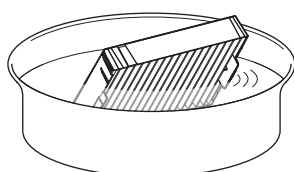

図 1
1) エアフィルターカバーを取り外す (図1)
1) エアフィルターユニットを洗淨する (図 1)